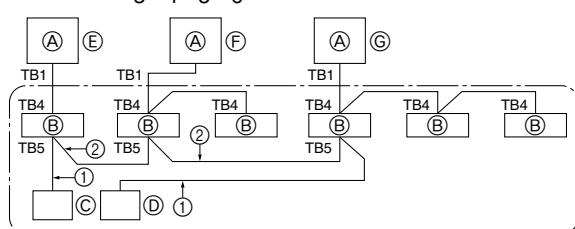

Fig. 10-1
① Schalten Sie die Anlage ein (Leistungsschalter).
② Stellen Sie nach dem Schließen des Gassperrventils den SWP-Schalter auf der Schalttafel der Außenanlage auf ON/EIN ein. Der Kompressor (Außenanlage) und die Ventilatoren (Innen- und Außenanlagen) beginnen zu arbeiten und der Kältemittelsammelvorgang setzt ein. LED1 und LED2 auf der Schalttafel der Außenanlage leuchten.
③ Da die Anlage sich automatisch etwa zwei bis drei Minuten nach dem Sammeln des Kältemittels ausschaltet (LED1 und LED2 leuchten), stellen Sie sicher, dass das Gas sperrventil unverzüglich geschlossen wird. Wenn LED1 und LED2 leuchten und die Außenanlage ausgeschaltet ist, öffnen Sie das Flüssigkeitssperrventil vollständig, und wiederholen Sie dann nach Ablauf von drei Minuten Schritt ②.
④ Unterbrechen Sie die Stromversorgung (Leistungsschalter).
10. Kontrolle des Systems (Fig. 10-1)